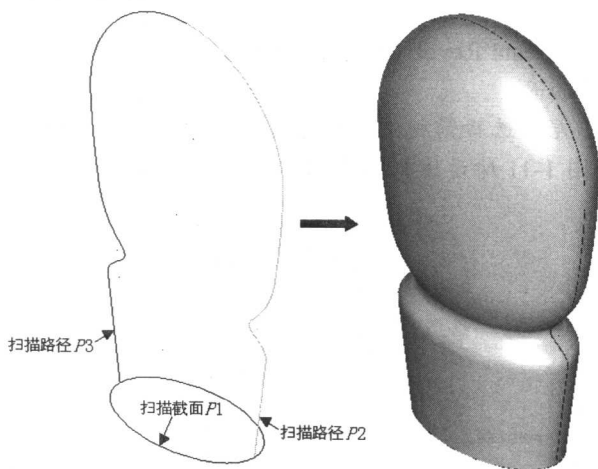

图1-13
1. 进入第4层，关闭第2层和第3层，利用扫描曲面命令【Create Swept Surfaces】，选择如图 1-13 所示椭圆 $P1$ 为扫描截面，选择两个侧面曲线为扫描路径（采用部分串连选择方式选择）来产生扫描曲面。